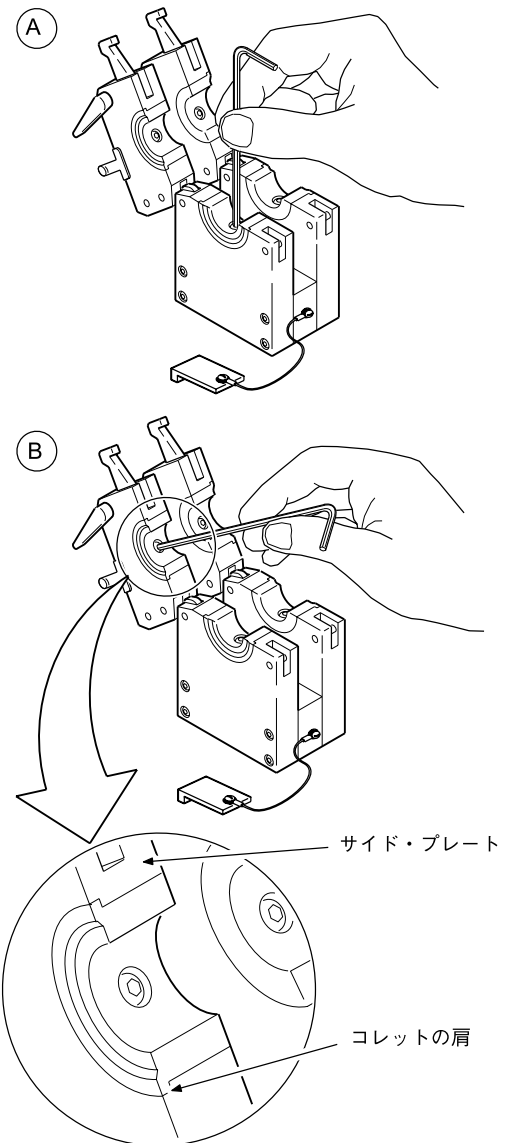

図 13：コレットを取り付ける
上部および下部サイド・プレートの両方にコレットを取り付け、コレット止めネジを締め付けます。コレットの肩とフィクスチャー・サイド・プレートに段差がないことを確認します。図 13 (B) をご参照ください。